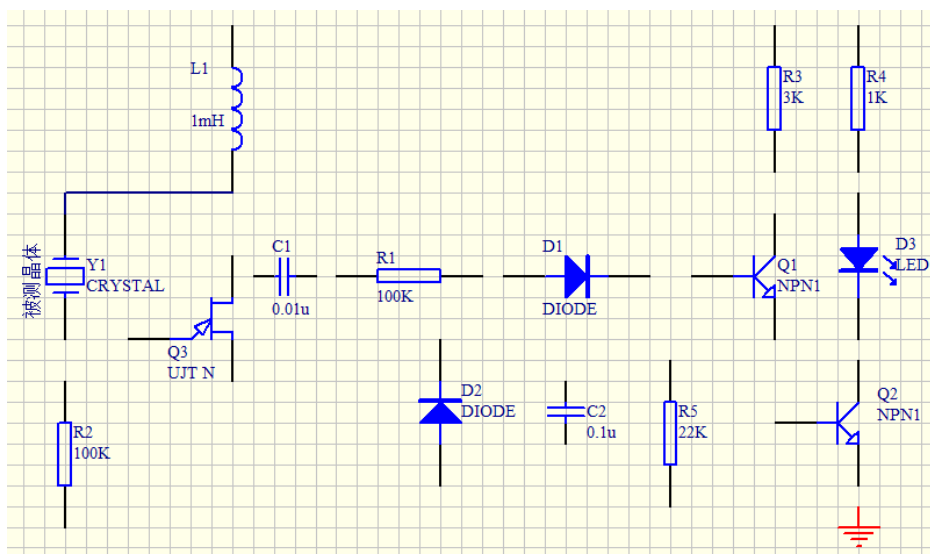

图 3-3
- 2、单击 Wring Tool 工具栏上的  图标，运行绘制导线命令，光标变成十字状，将光标移动到元件一端引脚，单击鼠标左键确定导线的起始点移动鼠标开始绘制导线，拖动光标到合适的位置，单击鼠标左键确定该导线的终点，然后单击鼠标右键或者按【Esc】键完成当前导线的绘制，如图 3-3 所示。